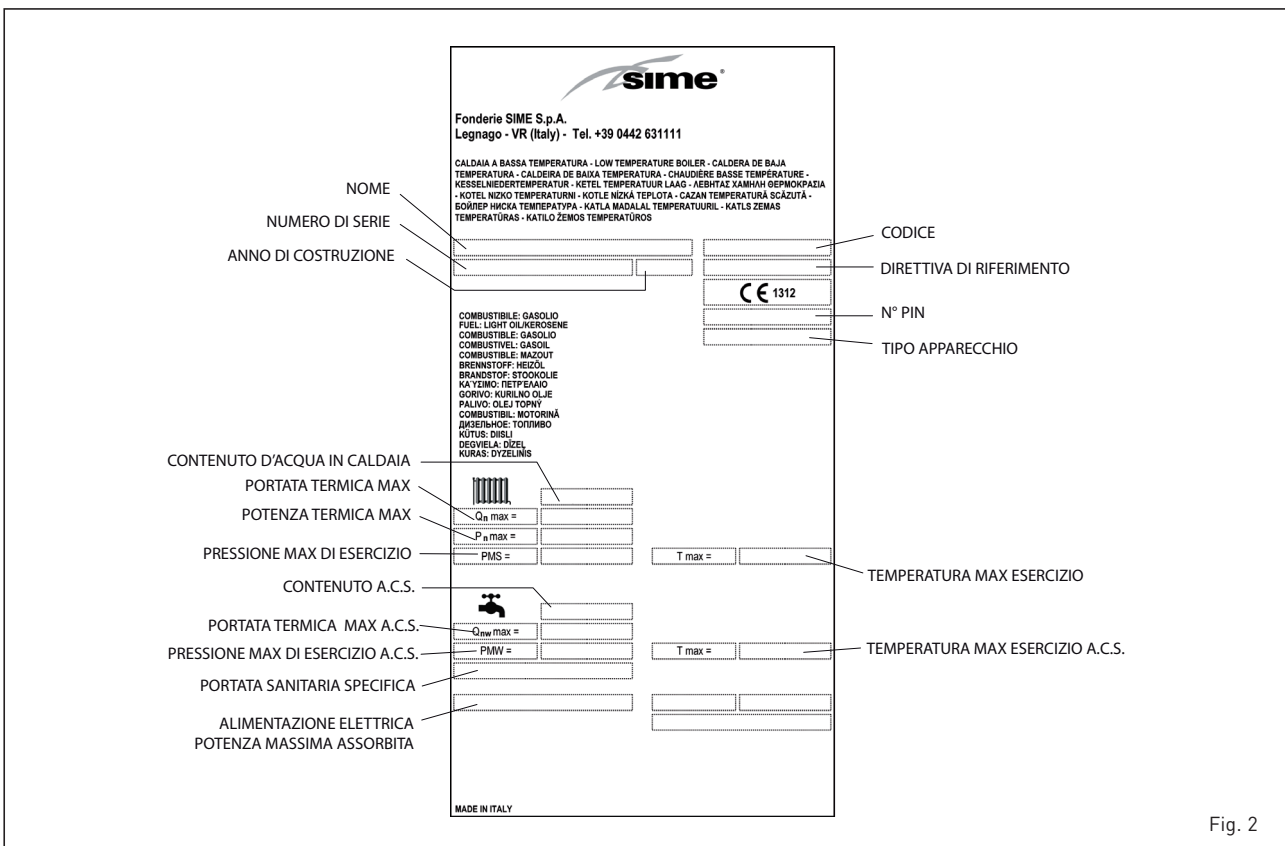

Fig. 2
1.2.1 Targa dati tecnici (fig. 2)